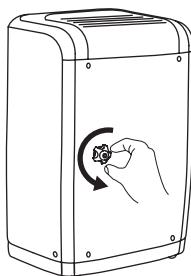

fig. 1
1. Svitare il tappo di scarico sul retro dell'apparecchiatura. (fig.1)